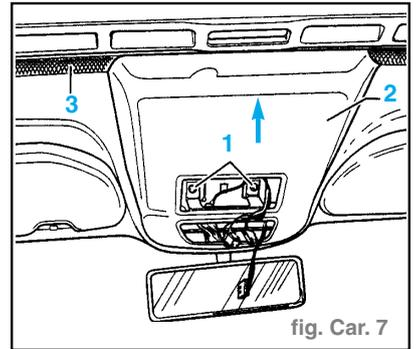

fig. Car. 7
- Dévisser les vis à empreinte cruciforme (1). Abaisser le cache (2) et l'extraire de la carrosserie en le tirant dans le sens de la flèche. (fig. Car. 7)